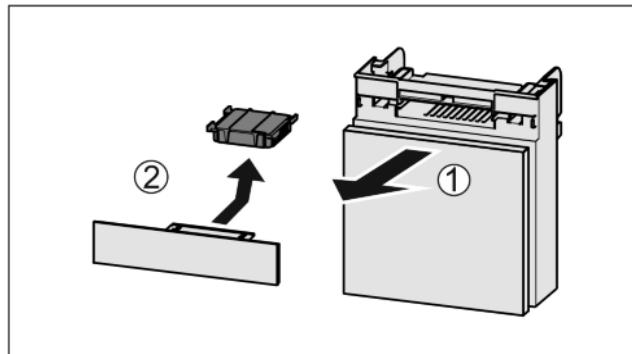

Fig. 55
- Вытянуть Fig. 55 (1) отделение движением вперед.
- Извлечь Fig. 55 (2) фильтра с активированным углем.